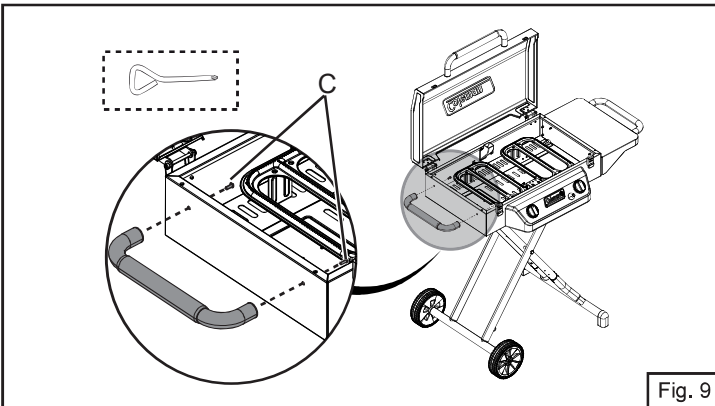

Fig. 9
9. Asegure el asa con tornillos (Fig. 9).